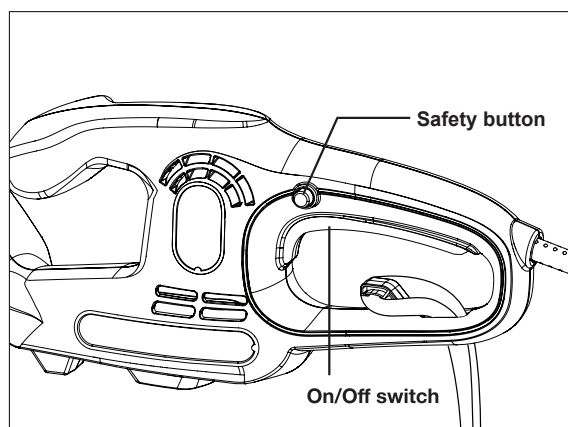

Fig. 2
1. Para poner la herramienta en marcha, mantenga presionado el botón de seguridad y luego apriete el interruptor de encendido/apagado (Fig. 2). Cuando la hoja empiece a moverse y alcance una velocidad normal, suelte el botón de seguridad y empiece a trabajar.